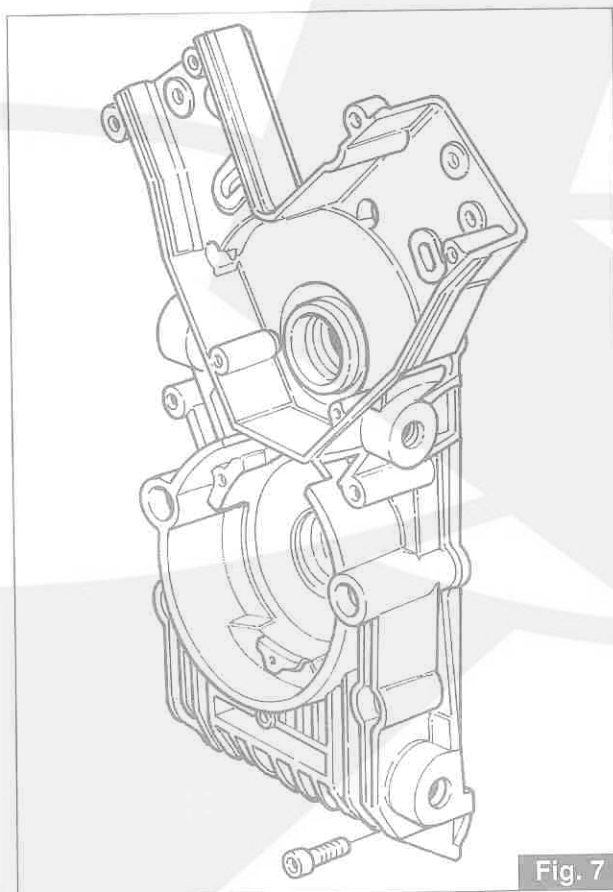

Fig. 7
- Togliere l'alternatore e svitare le viti di tenuta del coperchio distribuzione (fig. 7).
- Remove the alternator and unscrew the seal screws on the timing side cover (fig.7).